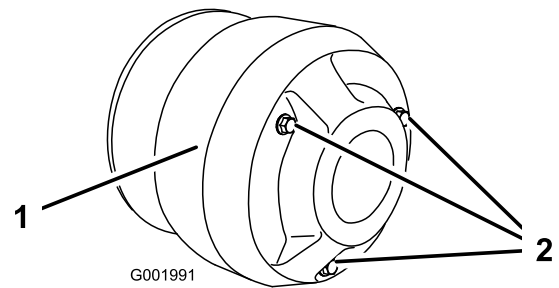

図 57
4. クラッチ・カバーのボルト (3本) を外してカバーを取る (図 57)。